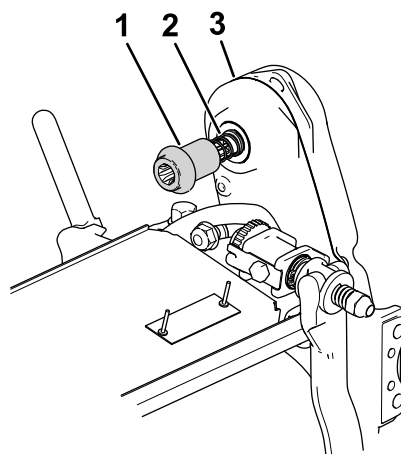

図7
4. カッティングユニットのリール駆動アセンブリに、カップラとスプリングを取り付ける図7。
5. トランスミッション駆動シャフトのカップラ図7が前後に軽く動くことを確認する。